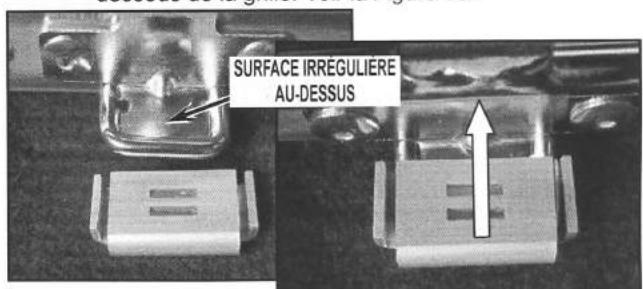

FIGURE 10
- a) Vérifier que la face plate et longue du support arrière est orientée comme le dessus de la grille et que la face présentant des encoches est orientée comme le dessous de la grille. Voir la *Figure 10*.
- b) Introduire le support sur la languette de la grille et l'enfoncer complètement. Voir la *Figure 10*.